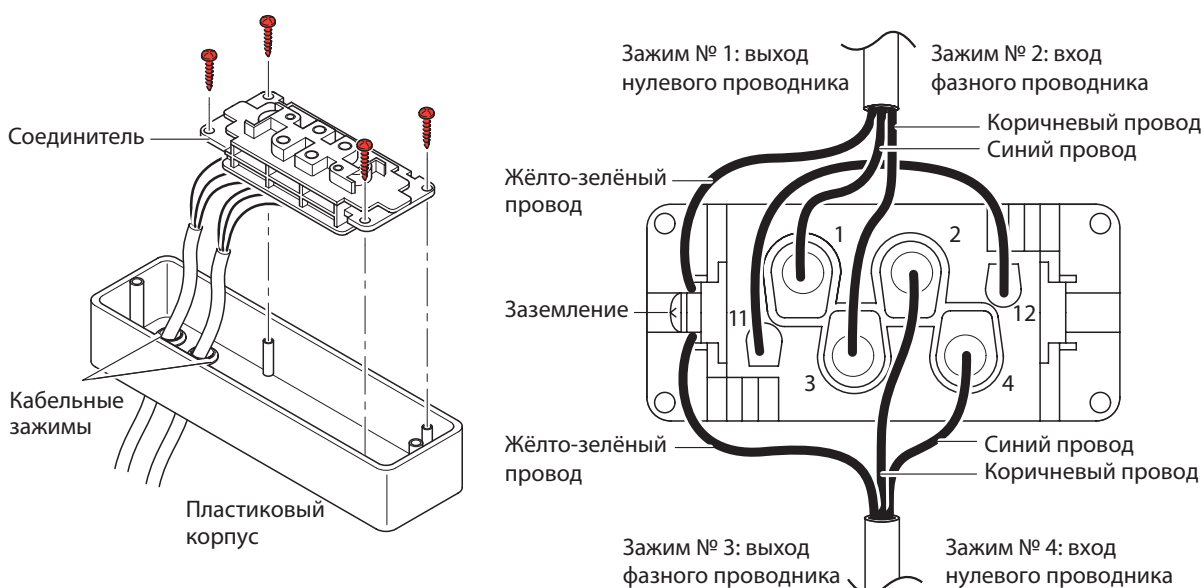

Рис. 7.
5. Вставьте соединитель в пластиковый корпус и закрепите его винтами из комплекта поставки. Вставьте провода в соответствующие отверстия и закрепите их с помощью двух кабельных зажимов (см. рис. 7).